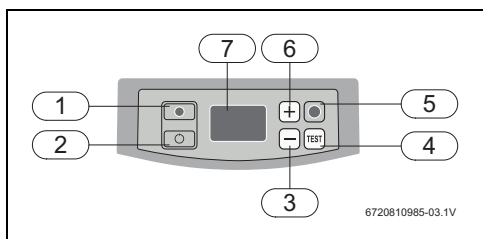

Рис. 8 Органы управления и индикации
Когда температура воды достигает заданного значения, нагрев бойлера прекращается, индикатор работы гаснет (→ рис. 8, [1]). Когда температура воды опускается ниже заданного значения, то нагрев включается (горит индикатор работы) и работает до тех пор, пока не будет достигнута заданная температура.
- ▶ Нажмите и держите нажатой кнопку проверки анода (→ рис. 8, [4]), пока световой индикатор (→ рис. 8, [5]) не покажет состояние анода: